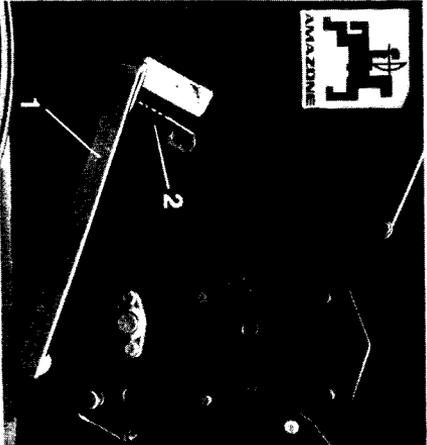

Fig. 1
- Bodenklappenstellhebel (Fig. 1/1) am Rastenblech (Fig. 1/2) in Stellung „1“ bringen.